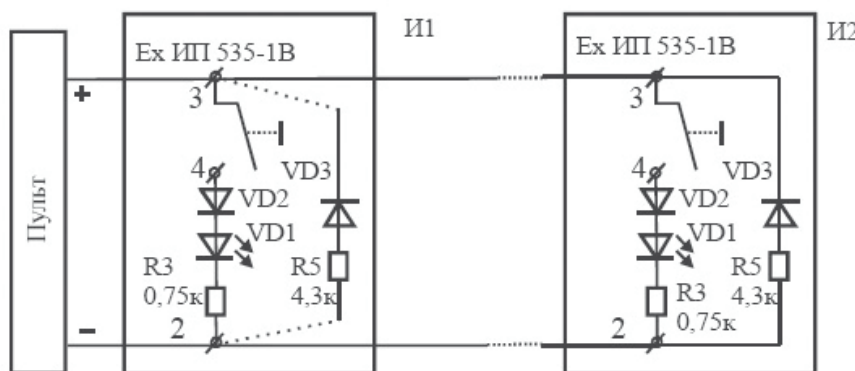

Рис. 2 Схема включения Извещателя Ех ИП535-1В параллельно в двухпроводный шлейф пульта
1. Извещатель пожарный ручной взрывозащищенный ЕхИП535-1В, предназначенный для эксплуатации в диапазоне температур окружающей среды от минус 30 до 50°C в корпусе из углеродистой стали (С), для трубной (Т) прокладки присоединяемого кабеля с присоединительной резьбой G^{3/4}-В, схема включения по рисунку № 4 (последовательное включение в шлейф), номиналы резисторов: R2=22 Ом, R3= 51 Ом.: «**Извещатель пожарный ручной взрывозащищенный ЕхИП535-1В-С-Т, рис.2 (R2=22 Ом, R3= 51 Ом) ТУ 4371-091-12150638-2002**».